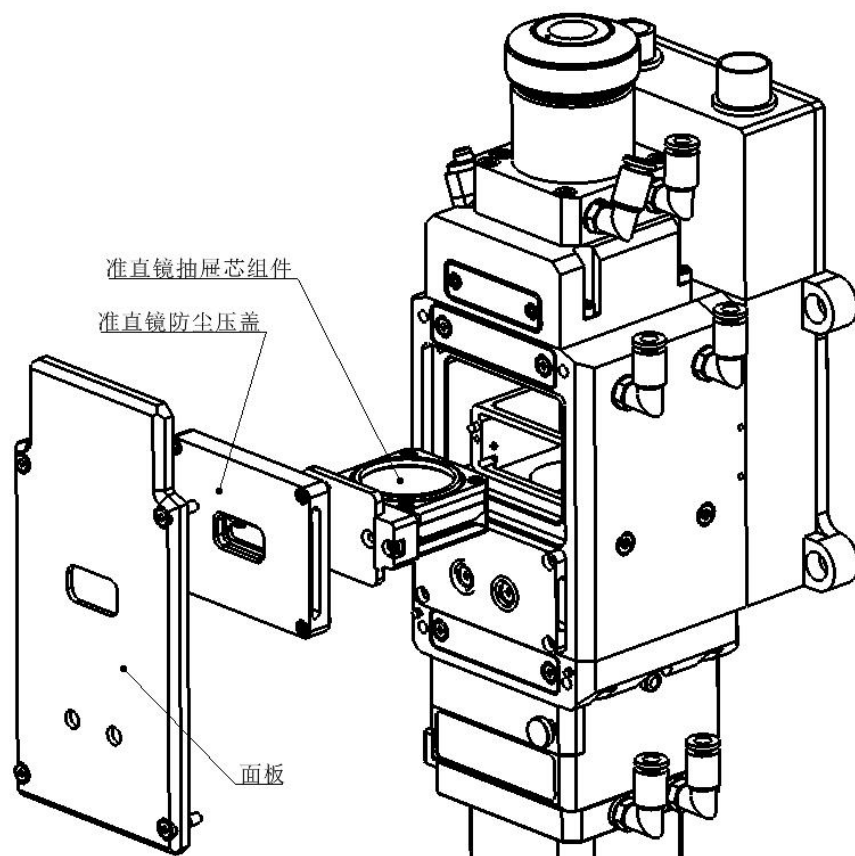

图 5.5 — 拆准直抽屉芯组件
- 拆下面板，拆下准直镜防尘压盖 (如图 5.5 所示)，拧松准直镜抽屉芯上2个螺钉，抽出准直镜抽屉芯